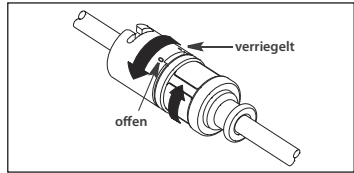

Abbildung 6
b. Wenn ein Katheter-Kontaminationsschutz mit TwistLock Adapter verwendet wird, die obere Hälfte des distalen Ansatzes im Uhrzeigersinn drehen, um den Katheter zu arretieren. Das proximale Ende des Katheterschutzes wie gewünscht umpositionieren. Zum Arretieren die obere und untere Hälfte entgegengesetzt drehen. Den Adapter durch leichtes Ziehen am Katheter testen, um sicherzustellen, dass der Katheter gut festgehalten wird (siehe Abbildung 6).